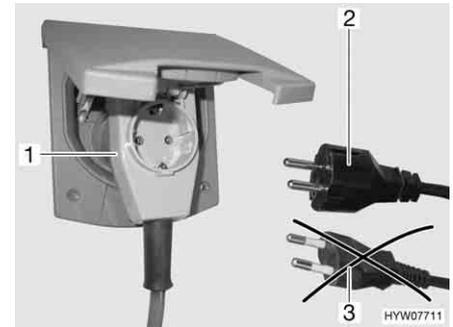

Fig. 158 Conexión a un conector con salida lateral del cable con caja de enchufe
- ▶ Al utilizar un acoplamiento acodado CEE 17, con caja de enchufe incorporada en el lado trasero (Fig. 158,1), emplear únicamente un conector IP 44 de goma impermeable, con contacto protector (Fig. 158,2). No utilizar conector sin contacto protector (Fig. 158,3). ¡Peligro de electrocución!